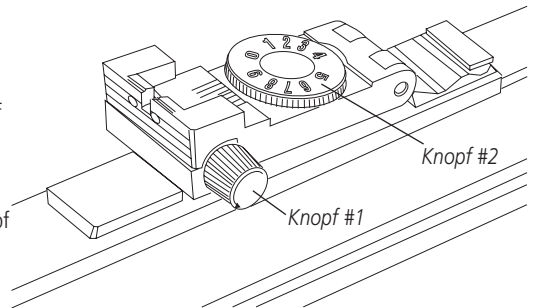

Bild 3
- hat der Schuß Rechtsabweichung drehen Sie Knopf 1 gegen den Uhrzeigersinn (Bild 3)
- bei Hochschuß drehen Sie zum Ausgleich den Knopf 2 im Uhrzeigersinn (Bild 3)